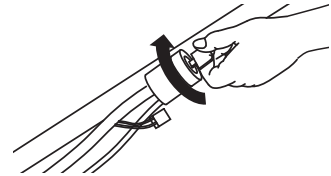
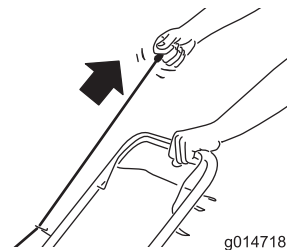

Figura 13
Figura 14
2. Gire la llave de contacto (modelos de arranque eléctrico solamente; consulte Figura 13) o tire del arrancador de retroceso (Figura 14).